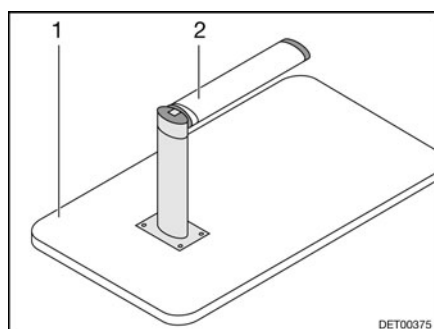

Fig. 49 Sommier de lit
- Soulever légèrement le plateau de table (Fig. 49,1) à l'avant d'env. 45°.
- Tirer la partie inférieure du pied de table (Fig. 49,2) vers le bas et le rabattre de 90°.